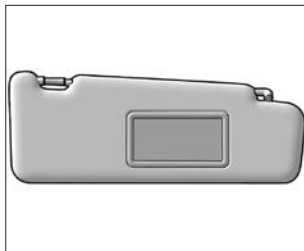

Рис. 4.3.3. Солнцезащитный козырек переднего пассажира
**В варианном исполнении** в солнцезащитном козырьке пассажира (рис. 4.3.3) расположено индивидуальное зеркало.